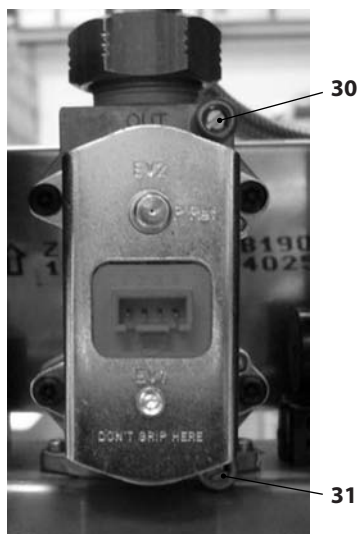

Figura 7.1
A caldaia spenta (fuori servizio), controllare la pressione di alimentazione utilizzando la presa 31 in Figura 7.1 e confrontare il valore letto con quelli riportati nella tabella Pressioni di alimentazione gas nella sezione "Dati tecnici Idea.advance 24 CSI" a pag. 22, "Dati tecnici Idea.advance 28 CSI" a pag. 25 e "Dati tecnici Idea.advance 32 CSI" a pag. 28.
- Richiudere bene la presa di pressione 31 in Figura 7.1.
- Aprire la presa di pressione 30 in Figura 7.1 e collegare un manometro.